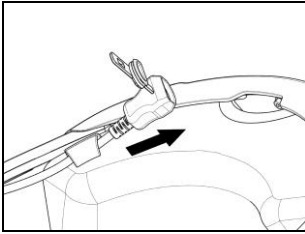

Abb. 18
- Führen Sie das Kabel mit dem Ladestecker durch die an der Komfortpolsterung vorgesehene elastische Klemme (Abb. 18).